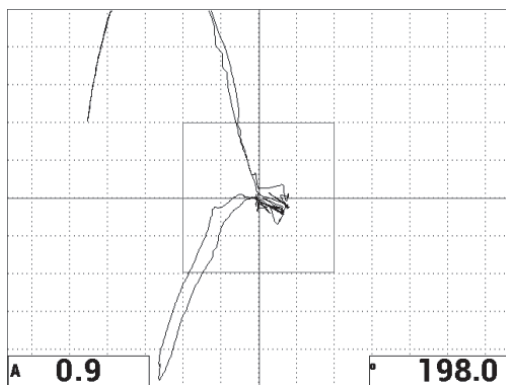

图 6-10 XY 飞点的波幅 (A) 和相位 (°)
屏幕上的读数栏中会实时显示 XY 飞点的波幅 (A) 和相位 (°) (参见第 127 页的图 6-10)。要了解如何更改实时读数的信息, 请参阅第 62 页的“显示实时读数”。